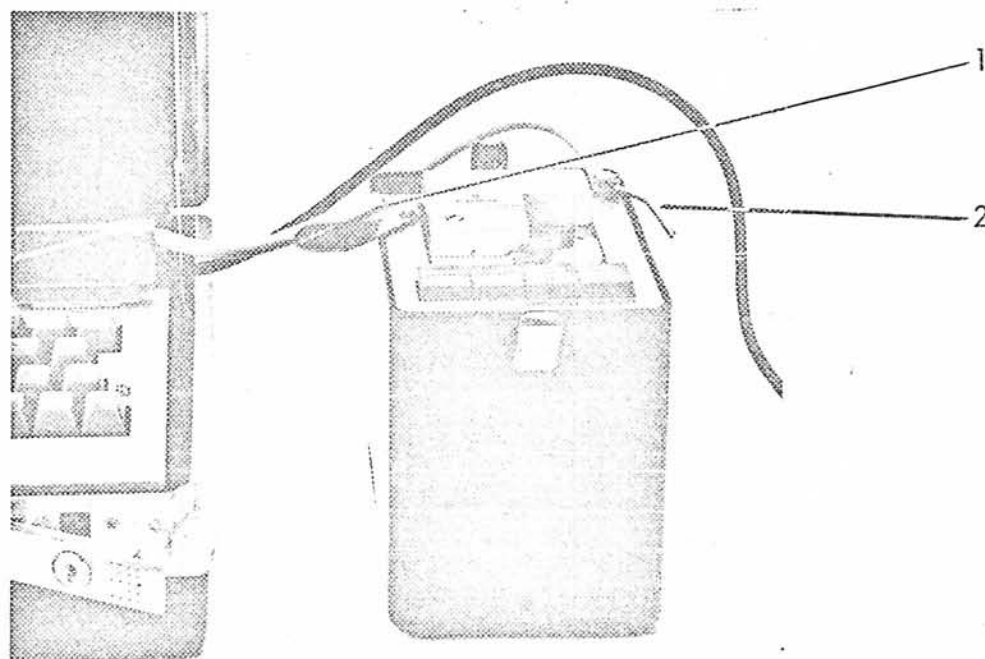

Fig. 3
- Anschlusskabel (Länge 90 cm) aus dem hinteren Fach herausnehmen und mit dem TC-803 (Stecker "PG") verbinden (Fig. 3)
- Die beiden Streifenführungen (Fig. 3, Pos. 1 und 2) ausschwenken